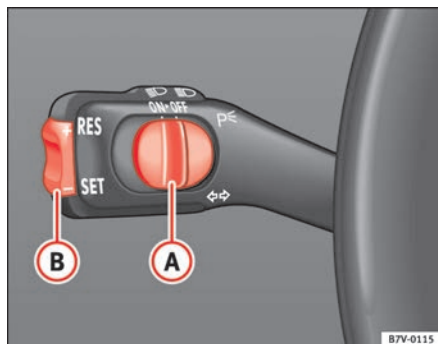
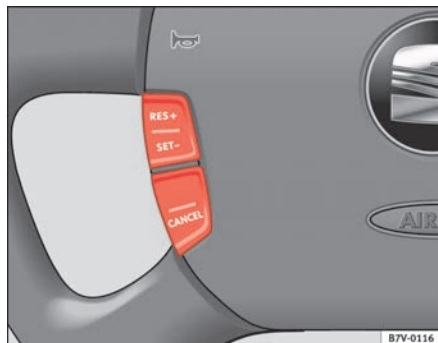

Fig. 132 Palanca de intermitentes y de luz de carretera: mando (A) y tecla basculante (B) para el regulador de velocidad
Fig. 133 Volante multifunción: mandos del GRA
- Mueva el mando ⇒ fig. 132 (A) hacia la izquierda hasta la posición **ON**. Cuando se conecta el regulador de velocidad, se enciende el testigo del cuadro de instrumentos.
- Mueva el mando ⇒ fig. 132 (A) hacia la derecha hasta la posición **OFF** o pulse una vez la tecla ⇒ fig. 133 **CANCEL**.
- Cuando se haya alcanzado la velocidad que se quiere programar, pulse brevemente la parte inferior de la tecla basculante **SET** ⇒ fig. 132 (B) o pulse una vez la tecla ⇒ fig. 133 **SET-**. La velocidad actual se memoriza y se mantiene de forma constante.
- Para alcanzar la velocidad deseada mantenga pulsada la parte superior de la tecla basculante **RES+** ⇒ fig. 132 (B) o la tecla ⇒ fig. 133 **RES+**.
- Para alcanzar la velocidad deseada mantenga pulsada la parte inferior de la tecla basculante **SET-** ⇒ fig. 132 (B) o la tecla ⇒ fig. 133 **SET-**. La velocidad disminuye por cesar la aceleración, no porque se frene activamente.
- Desplace el mando $\Rightarrow$ página 185, fig. 132 **(A)** hasta la posición “OFF” o
Para conectar de nuevo el regulador de velocidad, levante el pie del pedal del freno o del embrague, desplace el mando **(A)** hasta ON o pulse una vez la parte superior de la tecla basculante $\Rightarrow$ página 185, fig. 132 **(RES +)** o la tecla $\Rightarrow$ página 185, fig. 133.